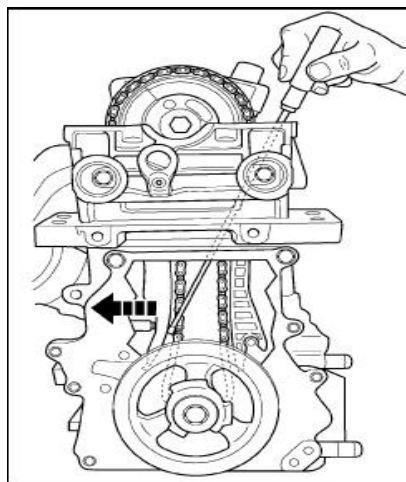
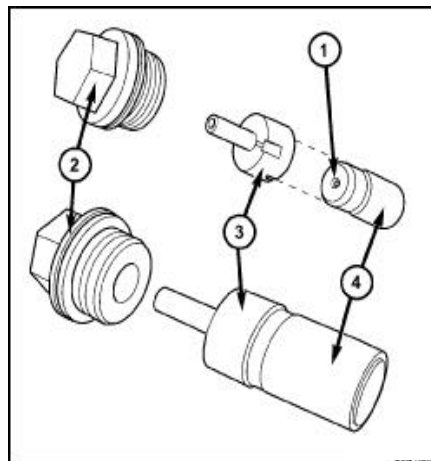

图. 23 激活正时链条张紧器
图. 25 正时链条张紧器
(a) 从正时链条张紧器取出机油腔(图 25)。
(4) 安装机油腔到正时链条张紧器(图 25)。
(5) 安装正时链条张紧器, 力矩为62 N·m (46 ft. lbs.)。
(6) 使用长螺丝刀, 顶起右正时链条(图 23)。
(7) 安装气门室盖(查阅9-发动机/气缸盖/气门室盖-安装)。
(8) 安装凸轮轴位置传感器, 紧固力矩为 $10 \text{ N} \cdot \text{m}$ 。
(9) 连接蓄电池负极。
(7) 重新调整正时链条张紧器的步骤如下:
(A) 从正时链条张紧器上, 取出机油腔(图. 25)。
(D) 安装机油腔到正时链条张紧器(图. 25)。